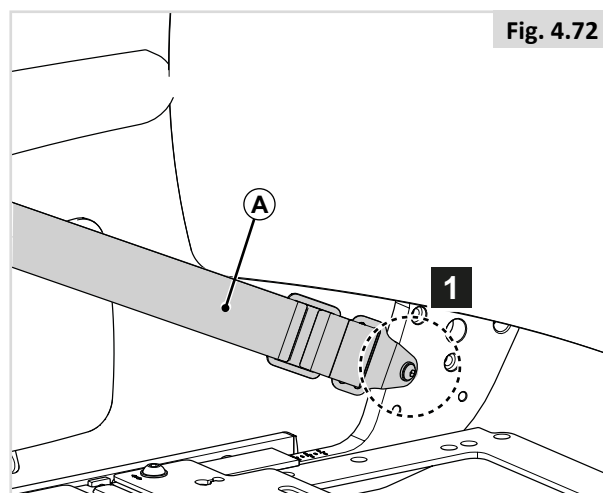

Fig. 4.72
1. Applicare la cintura (A) al telaio della seduta utilizzando una vite a sinistra e una a destra. (Fig. 4.72)